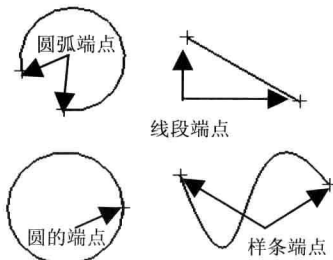

图1-4 创建端点
(2) 通过在【类型】下拉列表选择不同生成点的方法来创建点
- **【端点】**：该方式用于在已经存在的直线、圆弧、二次曲线和样条曲线等曲线的端点位置创建点。图 1-4 为在几种曲线的端点位置创建点的示意图。